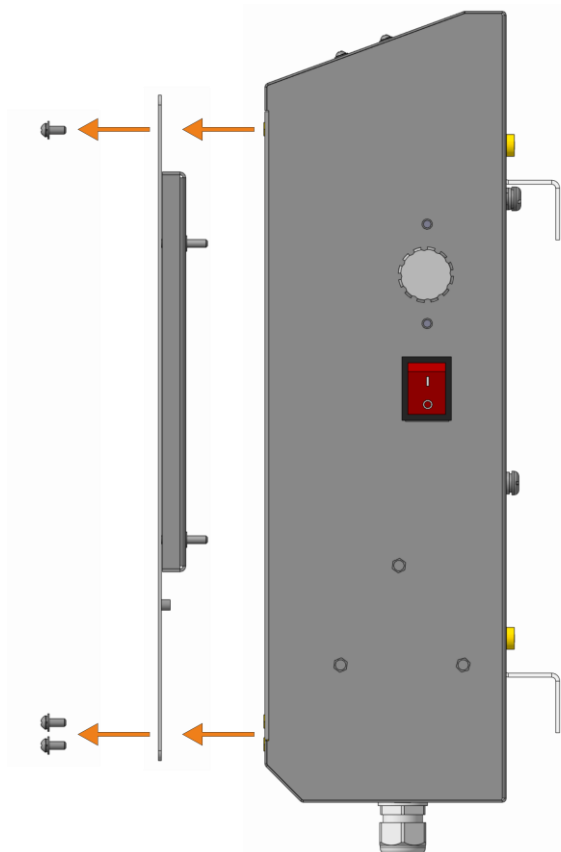
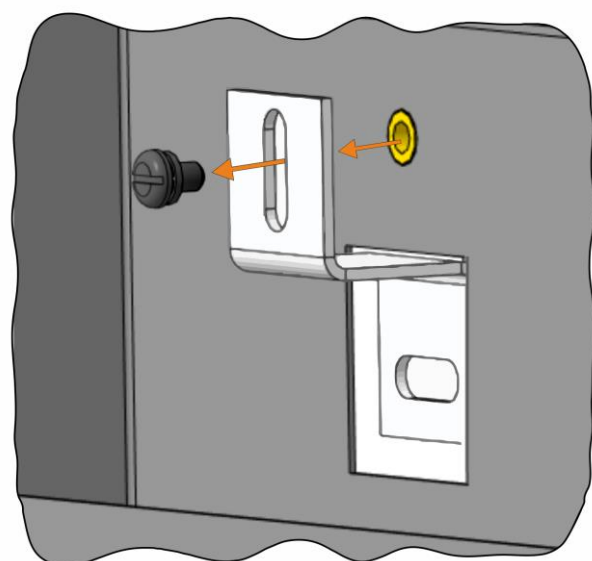

Рисунок 5 – Снятие крышки с изделия
Рисунок 6 – Отсоединение крепежного кронштейна
1) снять крышку изделия (см. рисунок 5), найти внутри (на задней стенке изделия) и открутить четыре крепежных кронштейна (см. рисунок 6);